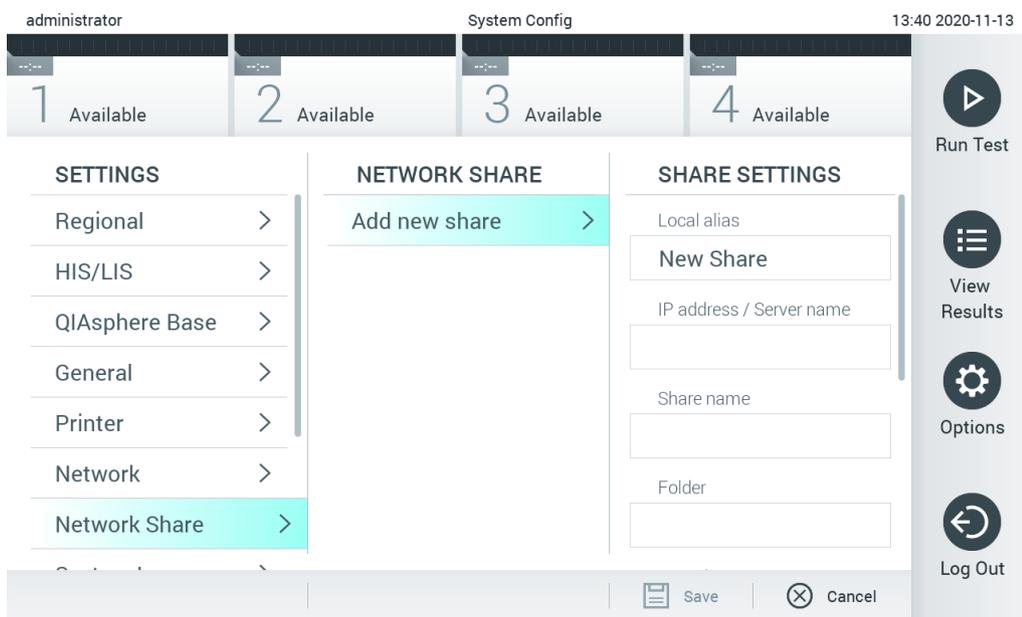

Figura 69. Adicionar uma partilha de rede.
3. Prima o botão Add new share (Adicionar nova partilha) (Figura 69).